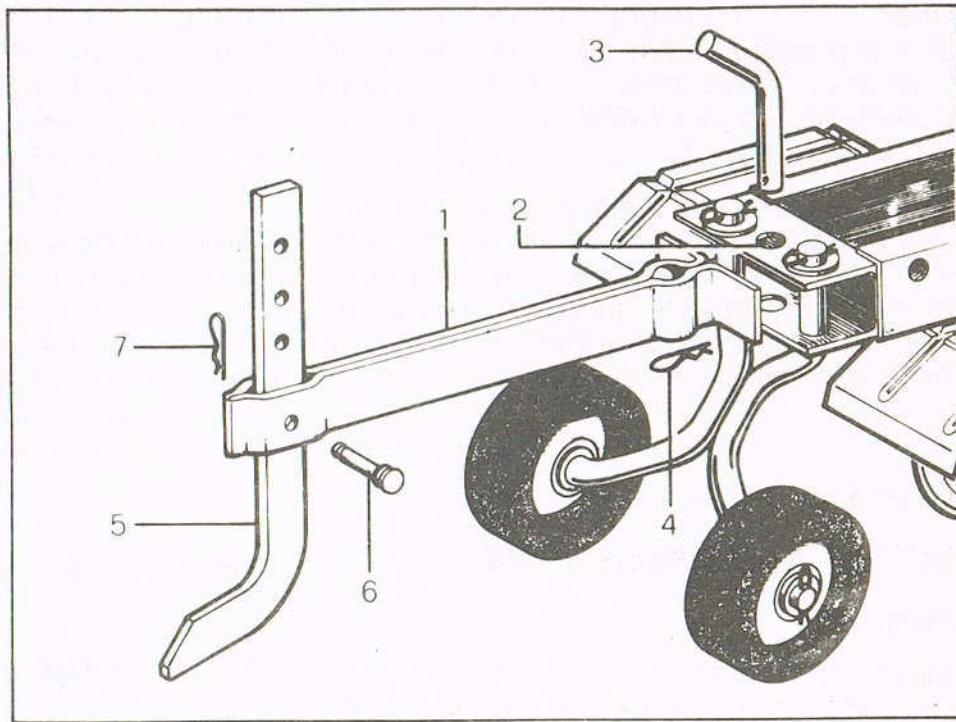

Fig. 4
Posizionare il braccio del timone (fig. 4, part. 1) in corrispondenza del foro centrale (2), bloccare con il perno (3) e la spina di sicurezza (4).
Place the drawbar arm (1, fig. 4) close to the central hole (2), lock with pin (3) and safety pin (4).
Positionner le bras du timon (1, fig. 4,) à proximité du trou central (2), bloquer par le goujon (3) et la goupille (4).
Den Deichselarm (Bild 4, Detail 1) mit dem Zentralloch (2) ausrichten und durch den Bolzen (3), sowie die Sicherungsstifte (4) festklemmen.